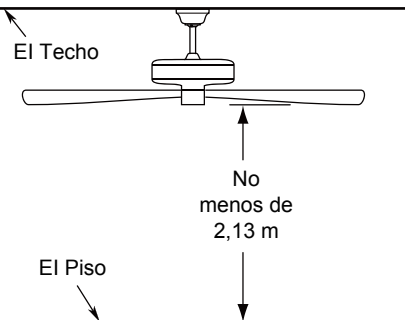

Figura 2
2. Extraiga la pieza de la bola colgante de la unidad de la bola colgante / varilla aflojando el tornillo de presión de la bola colgante hasta que la bola se libere de la varilla. Retire el pasador del barral y luego extraiga la semiesfera. Conserve el pasador y la semiesfera para su reinstalación en el Paso 7. (Figura 2)
Debe colgar el ventilador a una distancia mínima de 2,13 m desde las aspas hasta el piso. (Figura 2)